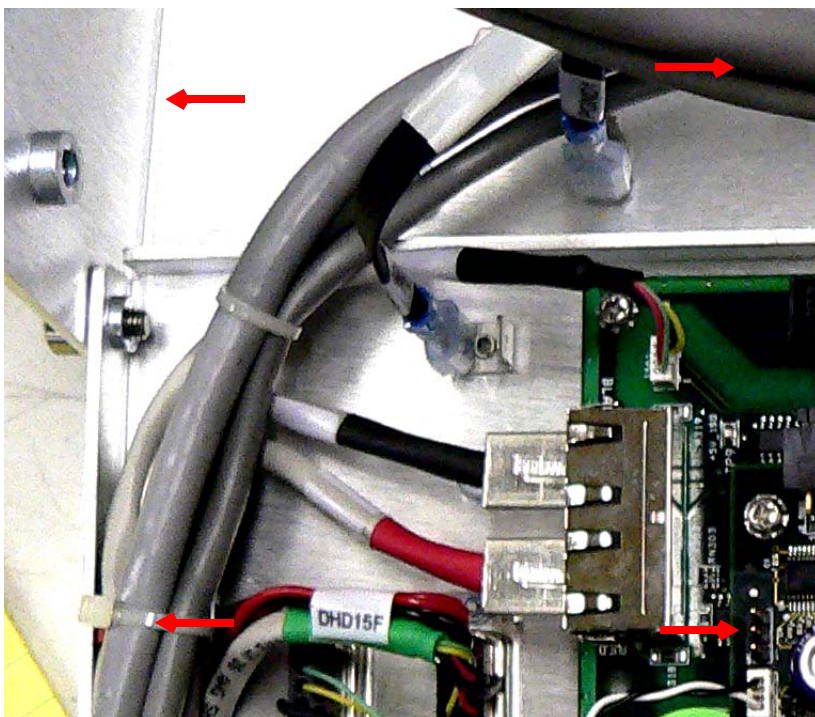

图 B-28 安装螺丝
5. 拆下四（4）组十字槽头螺丝及垫片 （图 B-28）。
10. 重新安装四 (4) 组十字槽头螺丝及垫片 (第 B-19 “页图 B-28”)。